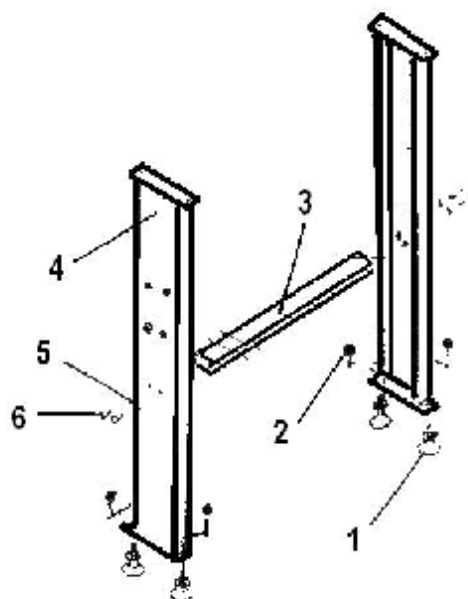

Fig. 1
1. Montez 4 pieds de support (1) au bas des pieds de support à l'aide d'un écrou hexagonal (2), placez une entretoise entre ces deux pieds de support, en les fixant par 4 boulons hexagonaux M8x12 et 4 rondelles. Voir la figure 1.